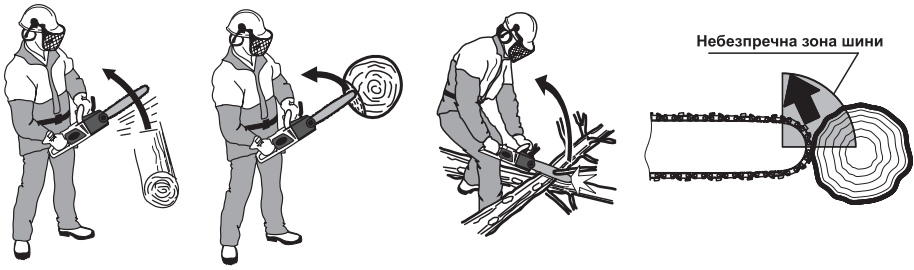

Рисунок 2. Приклади появи небезпеки «віддачі» виробу.
- постійно контролювати положення кінцівки шини, запобігати віддачі. Віддача ланцюгової пили виникає у вигляді несподіваного ривка виробу із працюючим різальним блоком у бік користувача (рисунок 2). Віддача є наслідком зіткнення різальної частини працюючого ланцюга із твердою перешкодою, наприклад, стовбуром дерева під час спилування сучків, або з іншим суком. Також ривок інструменту може виникнути у наслідок затиснення верхньої частини ланцюга (ривок пили назад на користувача), або його нижньої частини (ривок пили вперед від користувача).